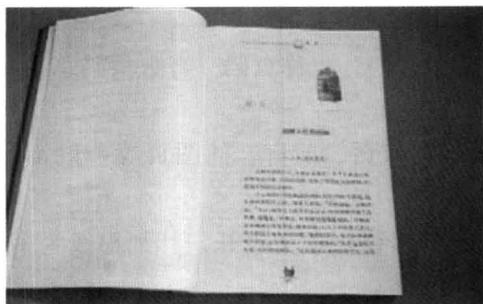

图1-7 左开本
② A、B后面的数字表示全张纸对折长边的次数，如A4表示将全张纸对折长边四次，裁切为16开。A5表示将全张纸对折长边5次裁切为32开，表中未裁切单张纸尺寸后面的M表示纸张的丝缕方向与该尺寸平行。
(2) 左开本 字符横向顺序排列成行，字迹从左到右，翻阅时向左面翻开（图1-7）。